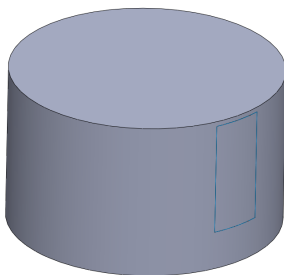

图 7-84 填充曲面对象效果
(4) 单击【确定】按钮, 即可填充曲面对象, 如图 7-84 所示。